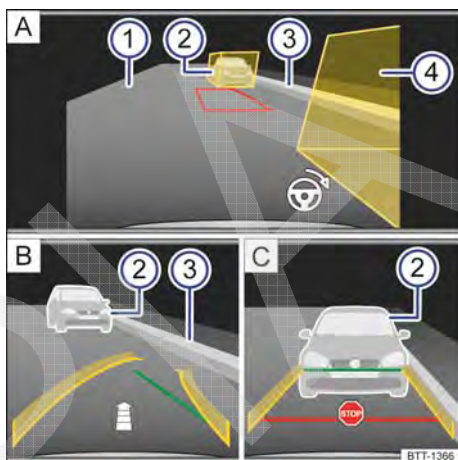

Fig. 196 Exibição do display do rádio ou do sistema de navegação: câmera de marcha a ré, modo 2.
Legenda para Fig. 196
5. Posicionar o veículo a uma distância de aproximadamente um metro paralelamente à fila de estacionamento, de modo que as caixas de auxílio exibidas reconheçam todos os obstáculos → Fig. 196 ② . Não pode haver obstáculos na área entre as caixas de auxílio. Recomendação: se houver, o alinhamento na limitação/veículo dianteiro, ou seja, o veículo que estiver estacionado deve estar totalmente dentro da caixa de auxílio amarela.
8. Girar o volante até que o trapézio vermelho se movimente entre as caixas de auxílio e até a moldura ficar verde. O posicionamento do trapézio verde pode ser feito por meio da marcação do espaço para estacionamento. Manter o volante nesta posição. O símbolo de volante na canto inferior direito do display → Fig. 196  indica ao condutor o movimento do volante necessário durante todo o processo de estacionamento.
9. Conduzir para trás vagarosamente sem girar o volante até que seja exibido o símbolo para parar. **OU:** até que a guia lateral verde curva coincida com o limite lateral da vaga de estacionamento, por exemplo, meio-fio ③. Uma seta → Fig. 196  indica, dependendo da quantidade de segmentos representados, o trecho aproximado para trás que ainda deve ser conduzido.
13. Continuar conduzindo para trás, vagarosamente, até que o símbolo de parar → Fig. 196  seja exibido. **OU:** parar o veículo o mais tardar ao atingir a guia vermelha de delimitação traseira, por exemplo, veículo estacionado ② . Se necessário, alinhar o veículo paralelamente à pista.